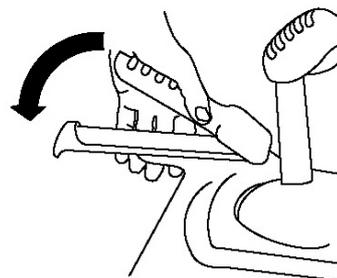

Рисунок 32
1. Чтобы включить привод хода, прижмите левой рукой рычаг хода к рукоятке (Рис. 32).